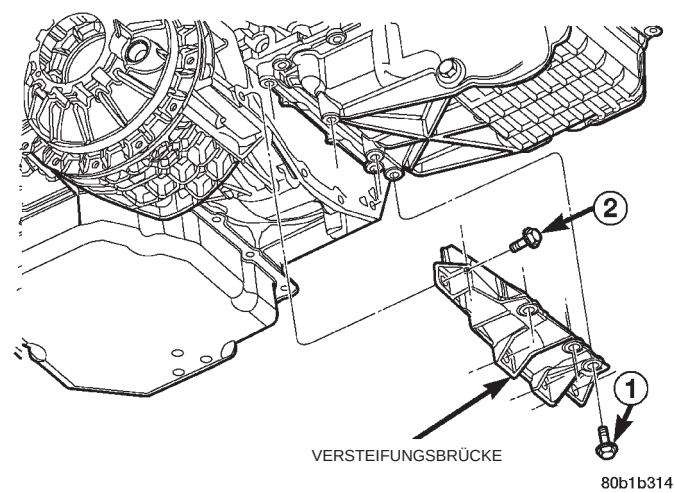

Abb. 72 Versteifungsbrücke
(1) Minuskabel vom Zusatz-Überbrückungsanschluß abklemmen.
(2) Peilstab und Gehäuse ausbauen.
(3) Fahrzeug auf Hebebühne anheben und Motoröl ablassen.
(4) Versteifungsbrücke von hinterem Ende der Ölwanne und Getriebegehäuse abbauen (Abb. 72).
(5) Anschluß der Ölkühlerleitung von der Ölwanne lösen.
(6) Halteclips der Leitungen zum Getriebeölkühler lösen.
(4) Versteifungsbrücke montieren (Abb. 72), hierzu wie folgt vorgehen:
a. Die **vertikalen** Schrauben (1) zum Befestigen der Versteifungsbrücke an der Ölwanne eindrehen. Schrauben mit einem Anzugsmoment von 1,1 N·m (10 in. lbs.) festziehen.
b. Schrauben (2) zum Befestigen der Versteifungsbrücke am Getriebe eindrehen und mit einem Anzugsmoment von 55 N·m (40 ft. lbs.) festziehen.
c. Zum Schluß alle vertikalen Schrauben mit einem Anzugsmoment von 55 N·m (40 ft. lbs.) anziehen. Dabei mit der mittleren Schraube (1) beginnen und nach außen weiterarbeiten.
(5) Fahrzeug absenken. Peilstab und Gehäuse montieren.
(6) Kurbelgehäuse mit der vorgeschriebenen Ölmenge befüllen.
(7) Minuskabel (-) am Zusatz-Überbrückungsanschluß anklemmen.